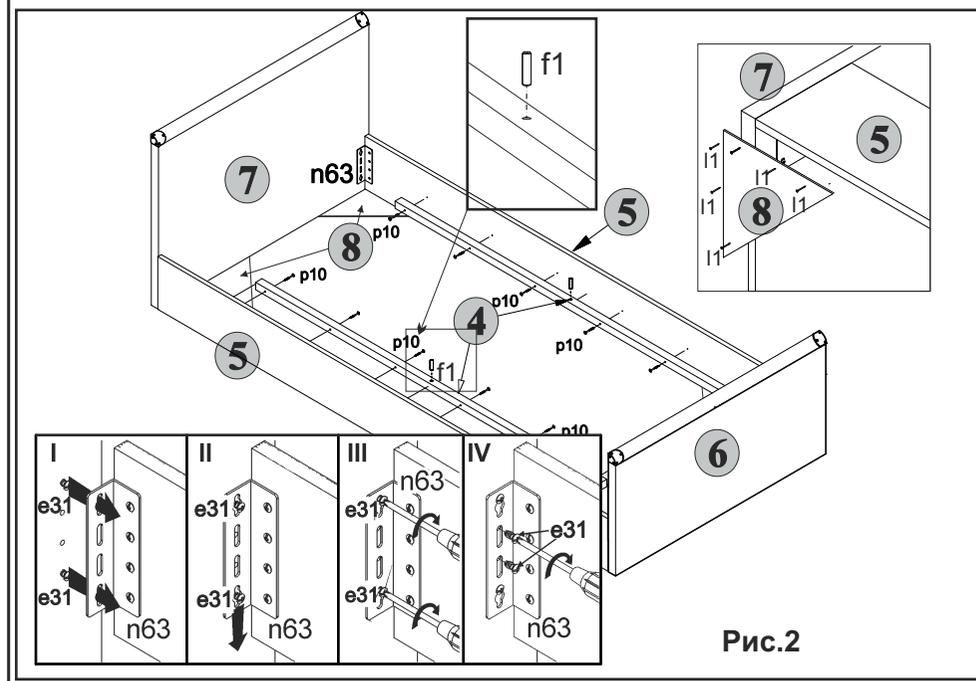

Рис.2
6. На стенках боковых кровати **5** шурупами **p10** закрепить бруски опорные **4** (**см.рис.2**).
8. Установить изделие на бок. Закрепить уголки **8** к деталям **5, 6, 7** с помощью гвоздей **l1** (**см.рис.2**). Установить изделие на опоры.